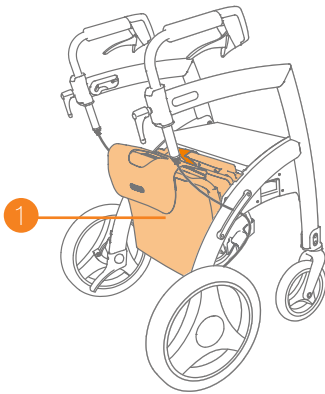

Abbildung 31: Rollstuhlpaket unten befestigt.
- c. Platzieren Sie das Rollstuhlpaket in die Aussparungen hinter dem Sitz **(Abbildung 31)**.
- a. Bitte befestigen Sie das Rollstuhlpaket vor der Abfahrt am Rollz Motion (**Abbildung 31**).